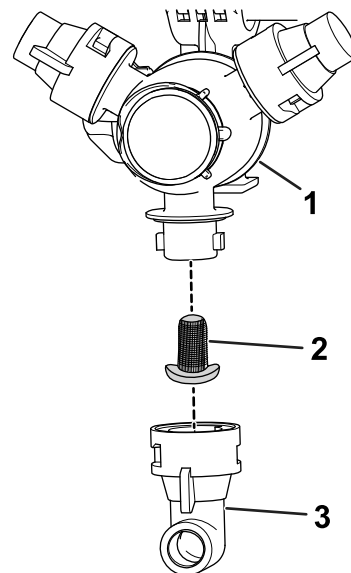

Рисунок 49
2. Снимите сопло с поворотной распылительной головки (Рисунок 49).
3. Снимите фильтр сопла (Рисунок 49).
5. Установите фильтр сопла (Рисунок 49).
6. Установите сопло на поворотную распылительную головку (Рисунок 49).